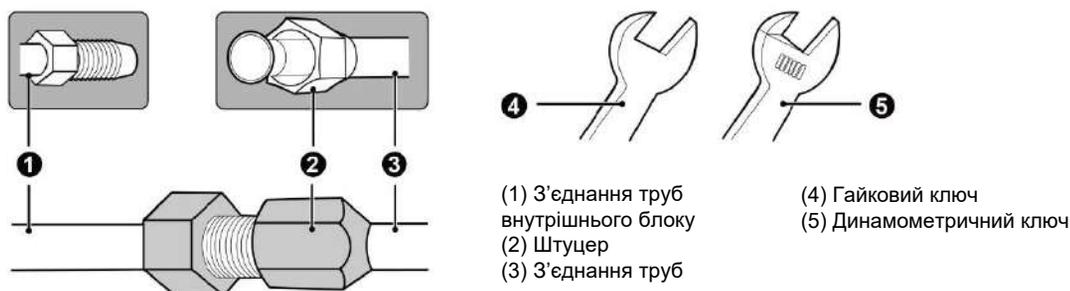

Рис.4.2
- (1) Направте розвальцьований отвір мідної труби на центр різьбового з'єднання, а потім затягніть розвальцьову гайку рукою, як показано на рис.4.2.
- (2) Потім затягніть конусну гайку динамометричним ключем.